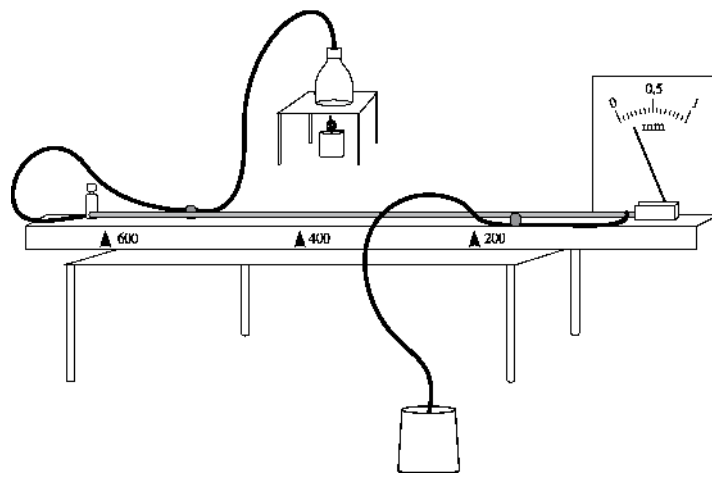

Figura 1
- Conecte las mangueras como se muestra en la figura 1 y coloque el recipiente bajo la manguera.